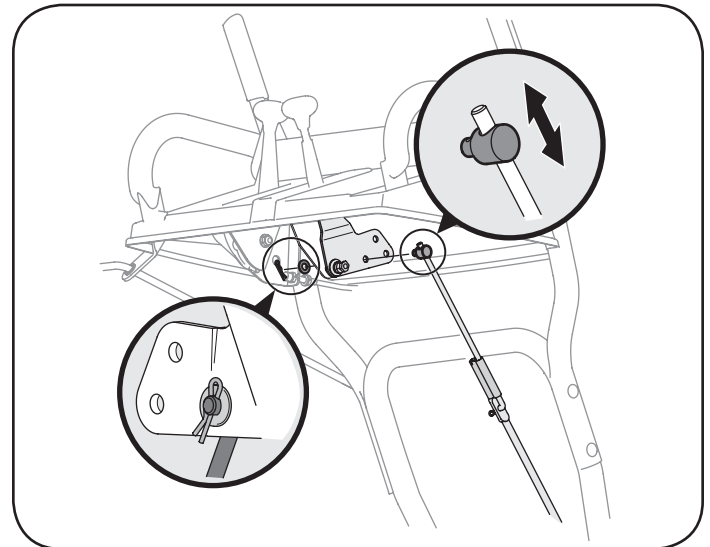

Figura 18
1. Mirando debajo del panel de la manija, observe en cuál de los tres orificios de la palanca de cambios se encuentra insertada la férula. Observe también la dirección de la inserción. Luego retire el pasador de chaveta y la arandela plana internos de la férula y retire la férula de la palanca de cambios. Vea la Figura 18.
2. Coloque la palanca de cambios en la sexta (6) posición o en la velocidad más rápida hacia adelante.
4. Según sea necesario, rote la férula hacia arriba o hacia abajo de la varilla de cambios hasta que la férula se alinee arriba con el orificio del cual fue retirada antes. Vea la Figura 18.